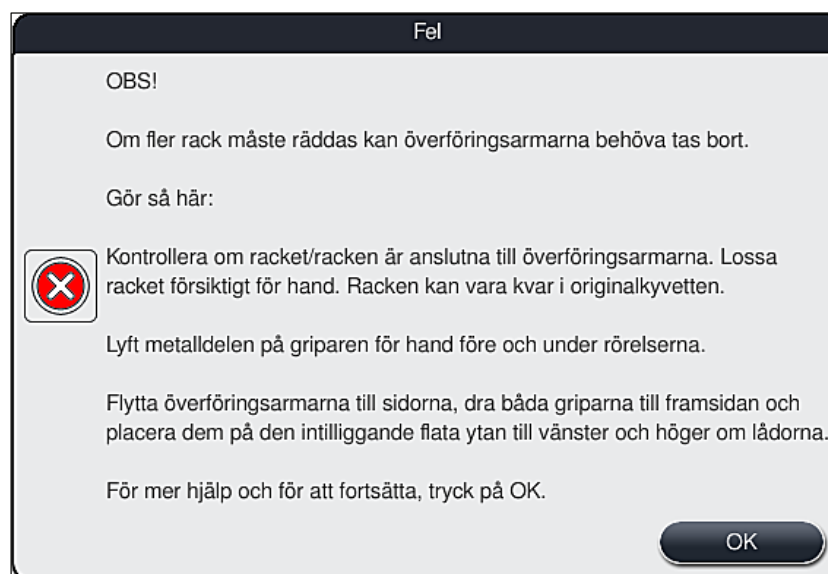

Bild 111
3. Efter det att användaren har tryckt på knappen **OK** (→ "Bild 110") visas ett annat informationsmeddelande (→ "Bild 111") som informerar om hur respektive rack ska avlägsnas på ett korrekt sätt.